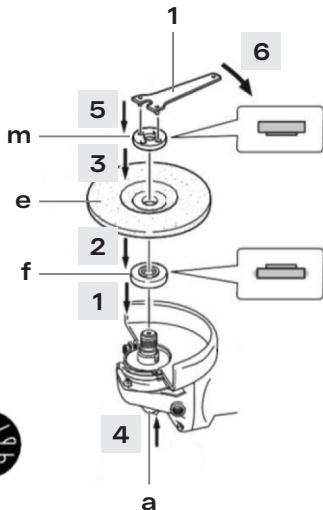
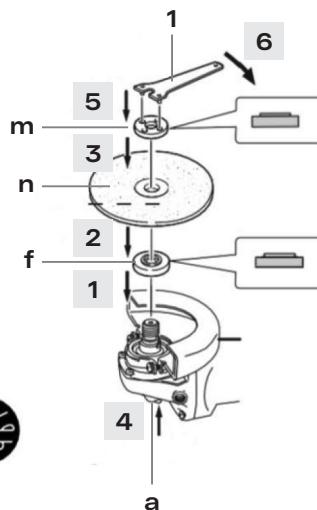

Рис. 5
Рис. 6
Установка абразивных кругов (рис. 5 и 6)
4. Далее зафиксируйте абразивный круг гайкой (поз. m), накрутив последнюю на резьбу шпинделя. Убедитесь, что гайка установлена правильной стороной в зависимости от используемой оснастки. В случае с абразивными обдирочными кругами (рис. 5, поз. е) гайка монтируется буртиком в сторону круга. В случае с абразивными отрезными кругами (рис. 6, поз. н) гайка устанавливается в сторону круга плоской стороной.